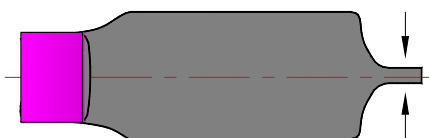

Рис. 7
1.13 Усадить термоусадочную трубку, нагревая её феном или зажигалкой. После того, как трубка полностью сядет, обжать свободный конец трубки пассатижами пока он ещё горячий. При этом торец трубки должен склеится, герметизируя торец кабеля (Рис.7).